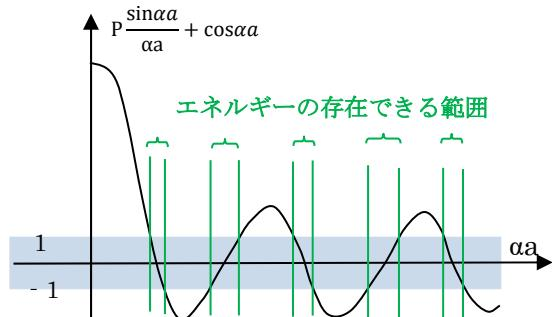
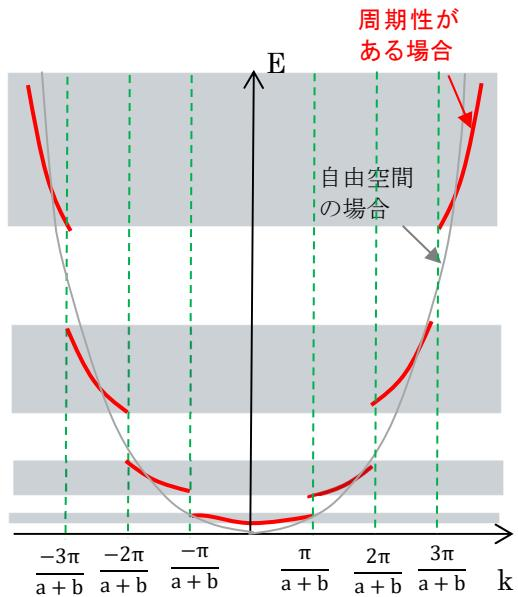

図 14 エネルギー範囲を決める $P \frac{\sin\alpha a}{\alpha a} + \cos\alpha a$ のグラフ
図 15 一次元周期ポテンシャル中の波数 k とエネルギー E の関係
いてみる。図 14において塗りつぶされた範囲が電子の存在できる条件である。 αa は $a\sqrt{2E_m}/h$ であり、エネルギーの大きさを表す。この図から電子が存在できる範囲と存在できない範囲があることが理解できる。電子が存在できる範囲を許容帯、存在
結晶中の電子のエネルギーと波数の関係を表したグラフを図 14 に示す。この関係は (21)式から求められるが、その求め方は高度なので割愛することとして、求めた結果をイメージとして理解してほしい。この図において、波数が $\frac{-\pi}{a+b}$ から $\frac{\pi}{a+b}$ の範囲を、第一ブリリアンゾーンという。ブリリアンゾーンとは、結晶において、逆格子点を基点としてその周りの近接した逆格子点の半分のところでその垂直平面で囲まれた領域をブリリアンゾーンというが、一次元であれば 0 を基点に周期の逆数に π をかけた領域に相当する。図 15 からもわかるように周期性がある場合、 $\frac{\pi}{a+b}$ との周期ごとにバンドの不連続が生じている。図中で塗りつぶされた部分が許容帯となる。以上示してきたように、半導体が準位やバンドを持つのは、結晶に周期性がある故である。実際の三次元結晶では、三次元方向に周期性があり、大規模コンピューターを使って結晶の周期方向に対する波数 k とエネルギーの関係図を計算することができ、半導体の移動度や直接遷移性を議論するのに使われている。